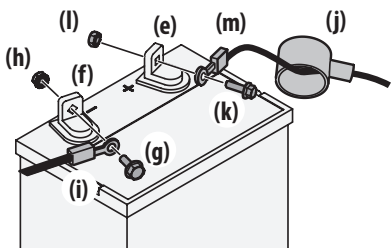

Figure 23
NOTE : la borne positive de la batterie est marquée POS. (+) (e). La borne négative de la batterie est marquée NEG. (-) (f) (Figure 23).
3. Retirez la vis à tête hexagonale (g) et l'écrou SEMS (h) qui fixent le fil négatif noir de la batterie (i) à la borne négative de la batterie (marquée NEG) (f). Éloignez le câble de la borne négative de la batterie (Figure 23).
4. Retirez le capuchon rouge (j), la vis à tête hexagonale (k) et l'écrou SEMS (l) qui fixent le fil positif rouge de la batterie (m) à la borne positive de la batterie (marquée POS) (e) (Figure 23).